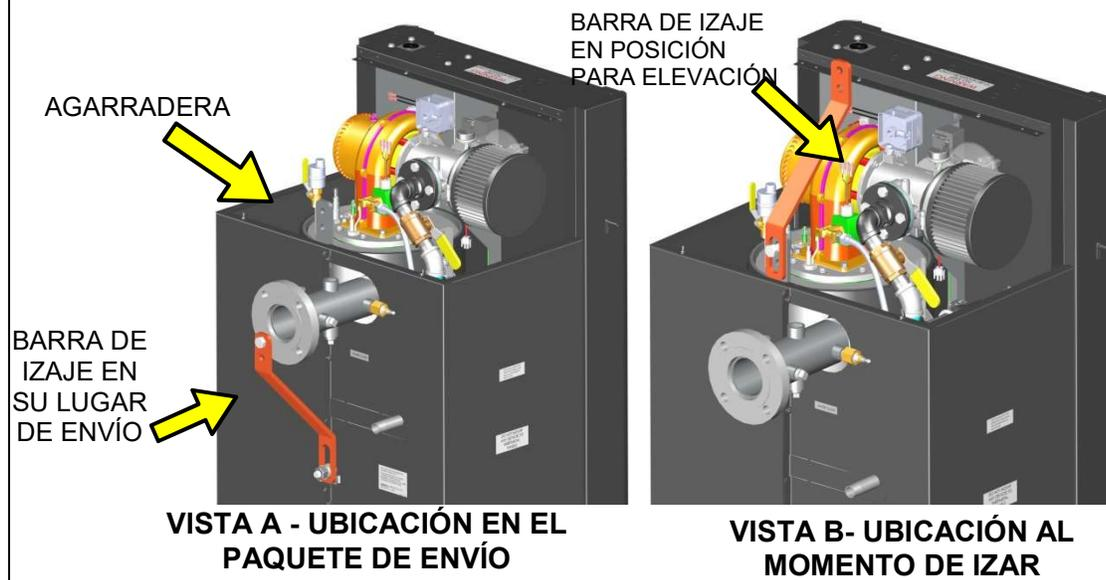

Figura 2-3a: Mecanismos de izaje de la caldera BMK 750/1000
Desempaque e inspeccione la unidad, después retire los cuatro (4) tornillos para madera que unen la caldera al patín de envío. La caldera puede ser levantada y movida insertando púas de montacargas en las ranuras que hay en la base de la unidad, o puede izarse colocando una barra de izaje en el intercambiador de calor de la unidad. Con la unidad se provee una barra de izaje (N/P **59174**) y la herramienta de enganche. Cuando se envía, esta barra se encuentra pegada a la parte trasera de la unidad, como se muestra en la Figura 2-3a (Vista A). Hay una (1) agarradera en la parte superior del intercambiador de calor de la unidad, tal como se muestra. La agarradera se usa para unir la barra de izaje a la unidad, como se describe más adelante.
1. Retire la barra de izaje del sitio en que se colocó para el envío en la parte de atrás de la unidad (Figura 2-3a, Vista A). Guarde dos (2) tornillos de cabeza hexagonal, tuercas hexagonales y arandelas planas.